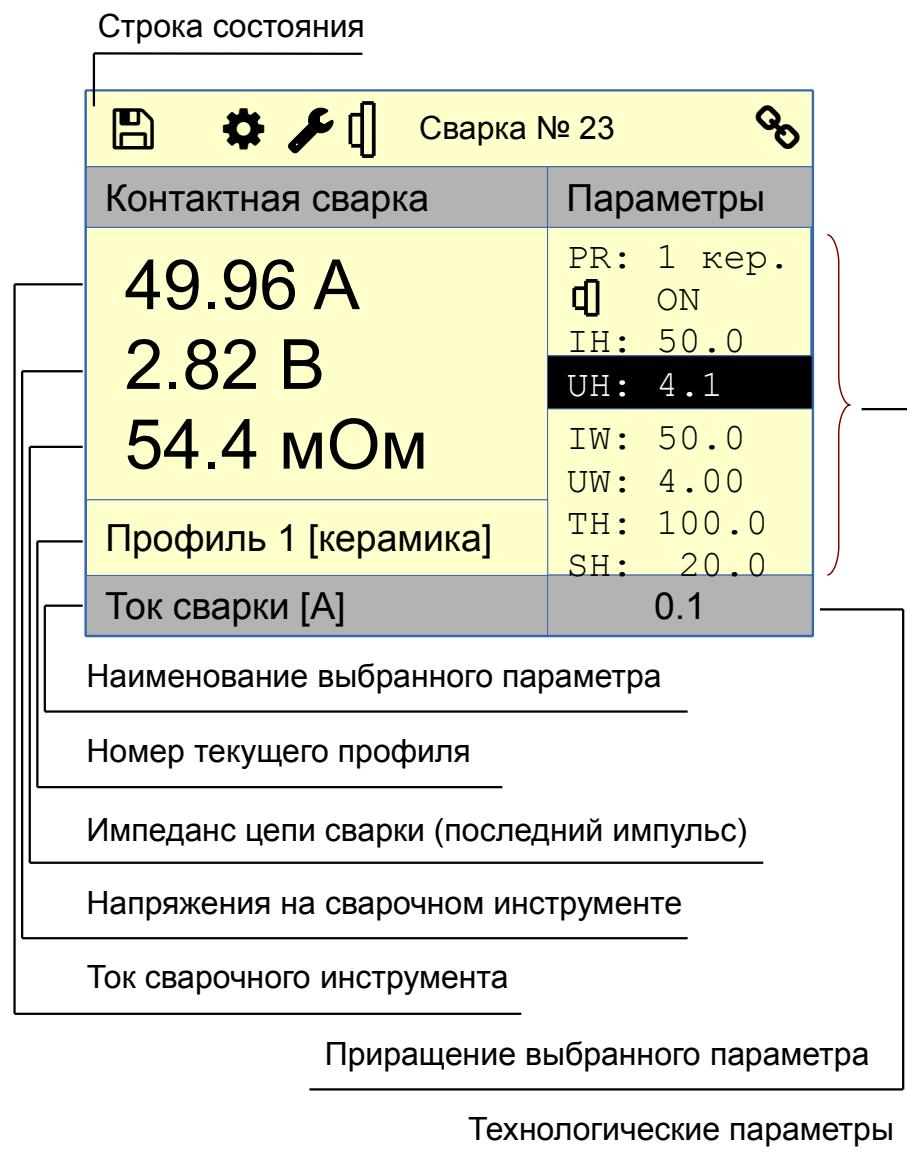
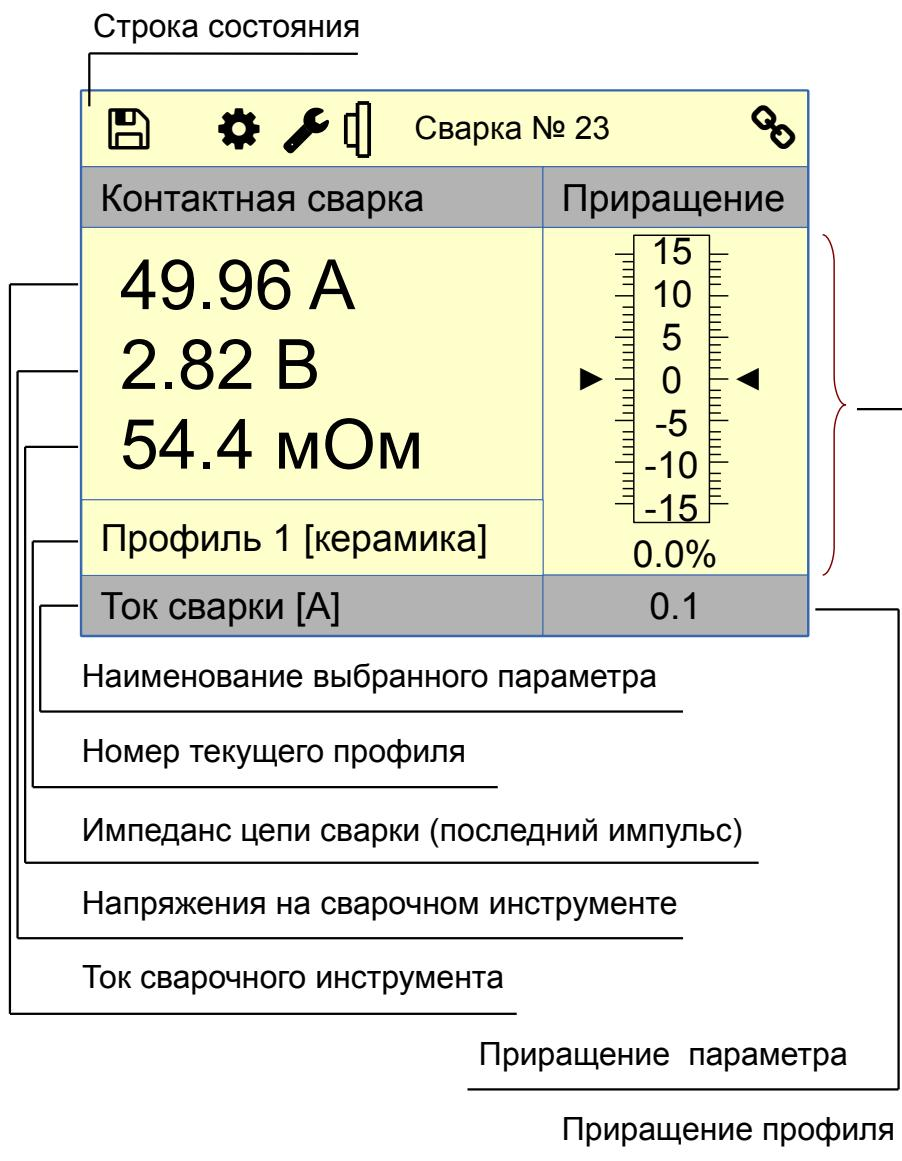

Рис. 4. Внешний вид ЖК дисплея. Основное экранное меню
Рис. 5. Внешний вид ЖК дисплея. Вспомогательное экранное меню
Профиль сварки задается выбором его номера в первой строке меню. см. рис. 4. Кроме номера профиля пользователь для улучшения восприятия может задать метку профиля (ситалл или керамика). Выбор метки профиля на его параметры не влияет и служит только для удобства оператора.
1.3.4 В состоянии “**РАБОТА**” прибор осуществляет опрос датчика инструмента. При срабатывании датчика (размыкание) прибор генерирует сварочный импульс в соответствии с заданными параметрами. Для начала следующего сварочного импульса необходимо вернуть датчик в исходное состояние (убрать инструмент из зоны сварки). Вид ЖК дисплея с активным основным экранным меню показан на рис. 4. Вид ЖК дисплея с активным вспомогательным экранным меню показан на рис. 5.